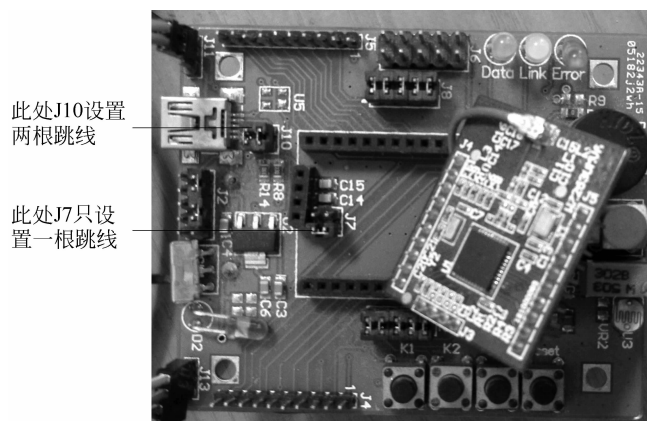

图 3-8 跳线使能 USB 接口
(3) 传感器接口见表 3-6。
(4) USB。现在无论是 PC 还是手机等移动设备几乎统统都集成了 USB 口,USB 接口的产品可谓琳琅满目。CC2540 也集成了 USB 接口,要使用该接口,先拔出核心板,需要设置 3 根跳线。注意按照图 3-8 中跳线方向,不可搞错。本跳线设置,我遍查世嵌手册未得,自己摸索的,实践证明是成功的。
(7) J4、J5 接口。底板将所有核心板接口引出,J3 通过跳线设置(图 3-8)连接到 MiniUSB,其中底板 J4 的各引脚一一对应核心板 J5(表 3-9),底板 J5 的各引脚一一对应核心板的 J4(表 3-10)。